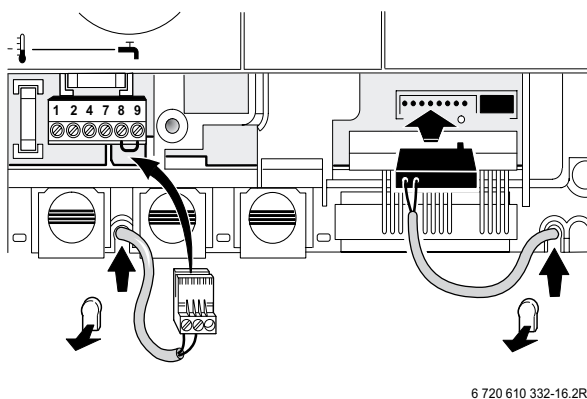

Fig. 20
- Utilizzare il sensore dell'acqua calda sanitaria, codice ordine 8 714 500 034 (sensore Ø 6 mm, Fig. 20)